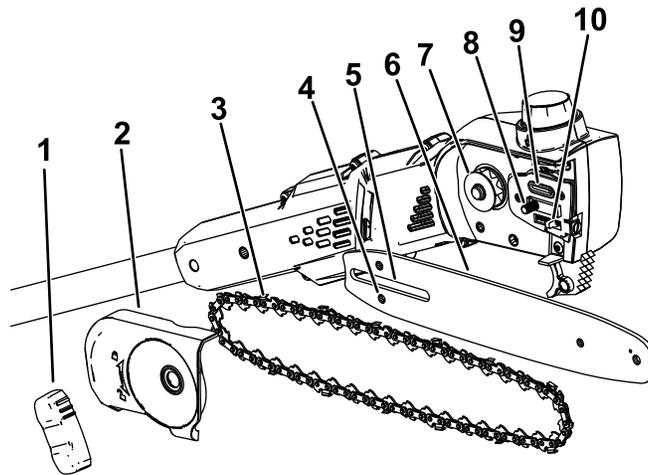

Figure 3
2. Pour retirer le couvercle latéral, tournez le bouton du couvercle du guide-chaîne dans le sens antihoraire jusqu'à ce qu'il soit possible de retirer le bouton, puis retirez le couvercle latéral (Figure 3).
5. Placez la boucle ouverte de la chaîne (le côté qui n'est pas sur le guide) autour du pignon d'entraînement de l'élagueuse (Figure 3).
**Important:** Vérifiez que le goujon de réglage de la chaîne est bien inséré dans la fente correspondante sur le guide-chaîne (Figure 3).